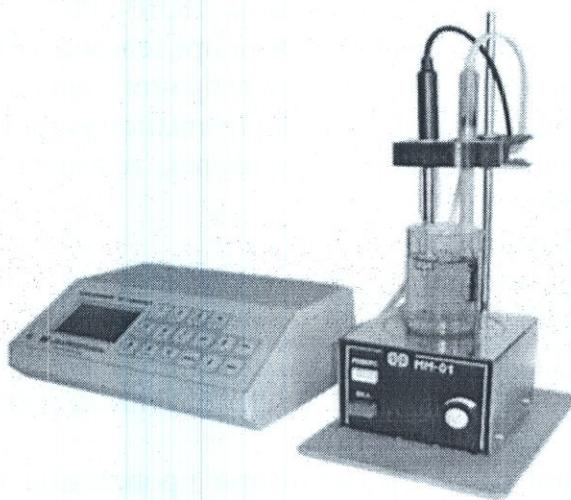

Рисунок 1. Внешний вид установки для потенциометрического титрования
*Примечание.* Для организации рабочего места при проведении потенциометрического титрования необходимо использовать стакан объемом 150 см3 для того, чтобы надежно была погружена измерительная часть стеклянного и хлоридсеребряного электродов, а также сводилось к минимуму соприкосновение якорька магнитной мешалки и стеклянных частей электродов при перемешивании (рисунок 1).
*Примечание.* Для организации рабочего места при проведении потенциометрического титрования необходимо использовать стакан объемом 150  $\text{cm}^3$  для того, чтобы надежно была погружена измерительная часть стеклянного и хлоридсеребряного электродов, а также сводилось к минимуму соприкосновение якорька магнитной мешалки и стеклянных частей электродов при перемешивании (рисунок 1).
Рисунок 1. Зависимость удельной электропроводности от объемной доли рабочего раствора «КАТЕЛОН 205» при +20,00C (температурный коэффициент 1,4%, при температуре от +450C до +500C отклонение значений электропроводности составляет 2-3%, при увеличении температуры до +700C – 5-7%)